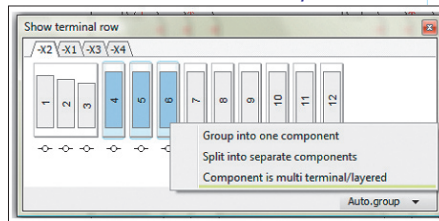

Рис. 11. Команда придания компоненту статуса многоуровневой линейки
**5** Теперь такому компоненту можно придать статус многоуровневой линейки (рис. 11).